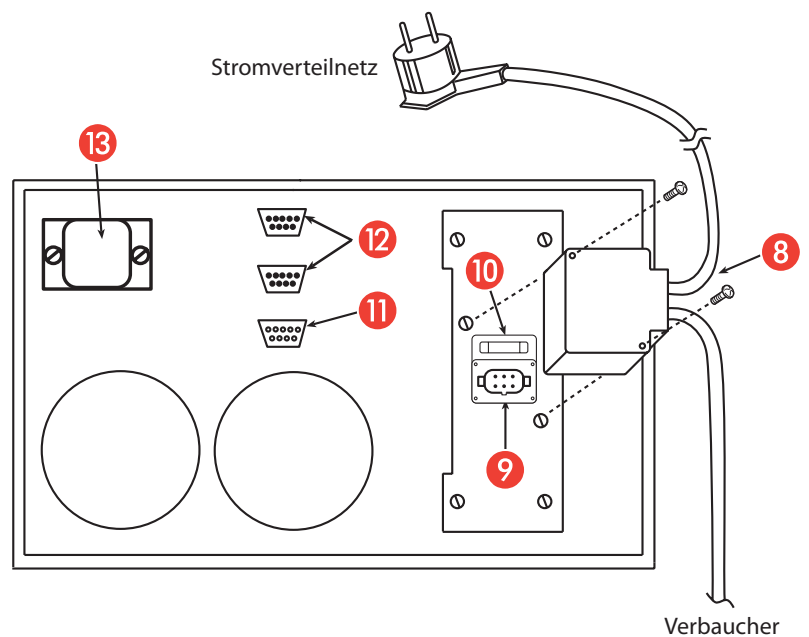

Abb. 2
Einzelne Einheit (Abb. 2):
1. Den beiliegenden Steckverbinder Eingang-Ausgang wie in Abbildung 2 gezeigt verdrahten; hierzu ummantelte Kabel verwenden, deren Leiter einen Mindestquerschnitt von 2,5 mm² haben.
4. Den Steckverbinder Eingang-Ausgang an den Anschluss [9] auf der Rückseite der USV-Einheit anschließen und mit den zugehörigen Schrauben am Rahmen befestigen (siehe Abb. 2).